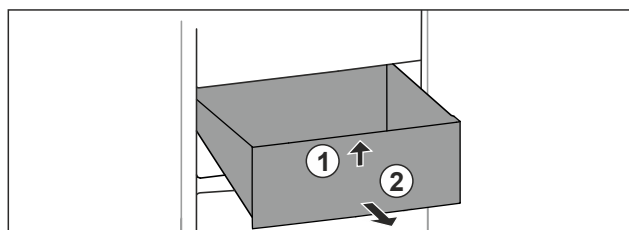

Fig. 21
- Sollevare il cassetto dal davanti. Fig. 21 (1)
- Rimuovere il cassetto tirandolo in avanti. Fig. 21 (2)